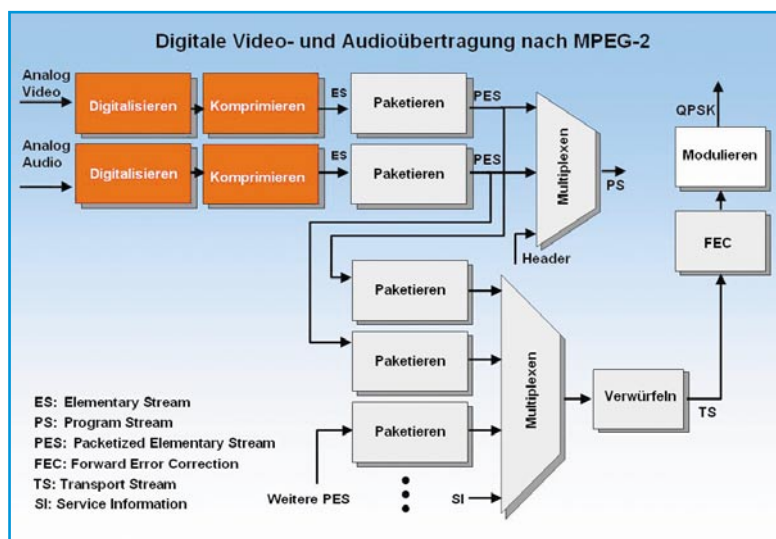

Bild 29: Vom analogen Quellsignal bis zum Satelliten-Uplink. Die wichtigsten Bearbeitungsschritte nach MPEG-2.
Bis jetzt haben wir uns mit den roten Funktionsblöcken in Abbildung 29, dem Digitalisieren und Komprimieren eines Programms beschäftigt. Die dabei entstehenden Datenströme (Elementary Stream, ES) werden in bis zu 64 kByte umfassende „Datenpakete“ von einem Paketizer zusammengestellt. Der Strom der Datenpakete PES (Packetized Elementary Stream) wird mit anderen PES in einem Multiplexer zu einem Transportstrom (TS) umgepackt (wiederum in Packetizern), mit Hilfe eines Multiplexers zusammengefasst, durch